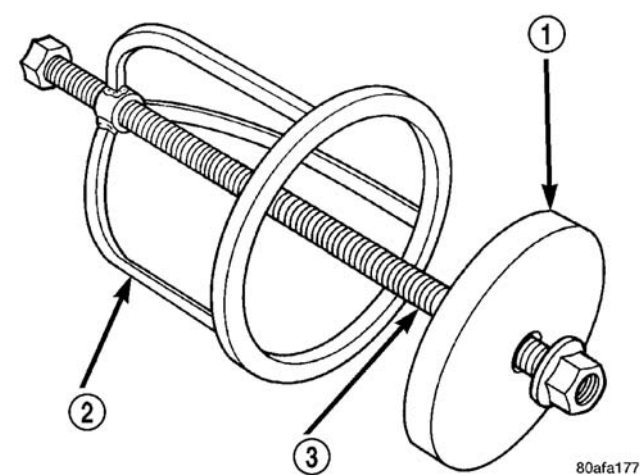
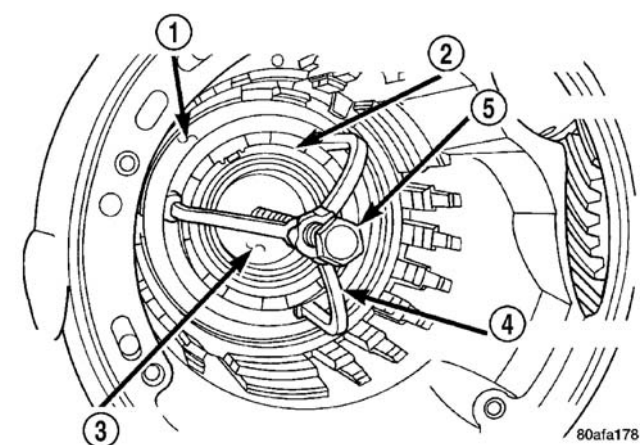

图 74 低/倒档弹簧压缩工具
图 75 使用压缩器
(57)安装低/倒档弹簧压缩器工具如(图 74)（图 75）所示。